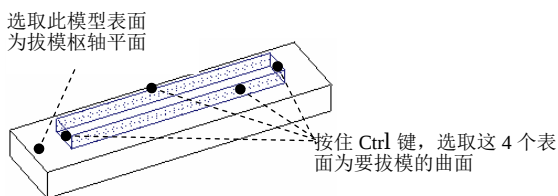

图 11.5.7 定义要拔模的曲面和拔模枢轴平面
(1) 选择命令。单击 **模型** 功能选项卡 **工程** 区域中的 **拔模** 按钮 .
(2) 定义要拔模的曲面。在操控板中单击 **参考** 选项卡，激活 **拔模曲面** 文本框，按住 Ctrl 键，在模型中选取图 11.5.7 所示的 4 个表面为要拔模的曲面。
(3) 定义拔模枢轴平面。激活 **拔模枢轴** 文本框，选取图 11.5.7 所示的模型表面为拔模枢轴平面。
(4) 定义拔模参数。在拔模角度文本框中输入拔模角度值-22.0。
(5) 在操控板中单击 按钮，完成拔模特征 1 的创作。